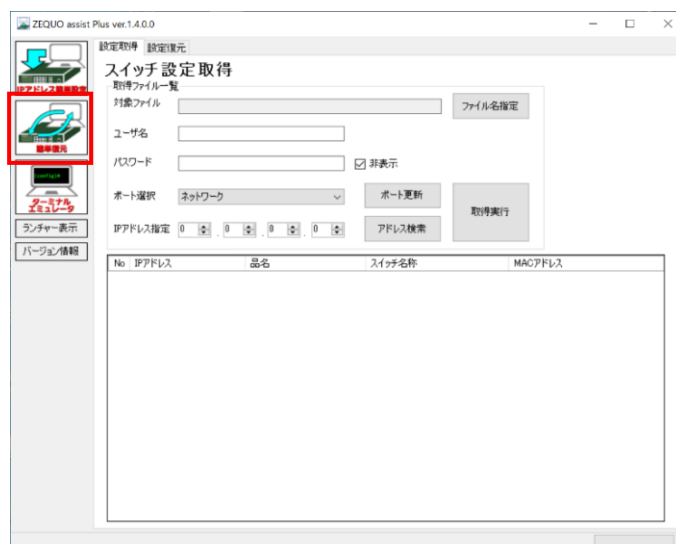
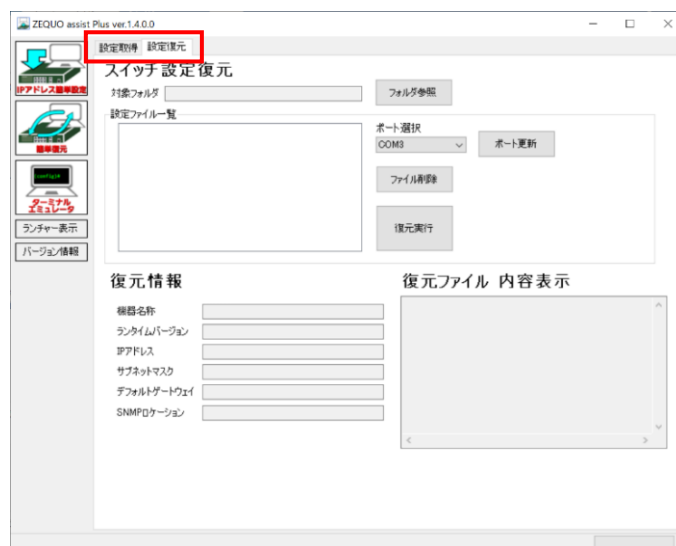

図 6-2-1 簡単復元画面
図 6-2-2 簡単復元画面 切り替え（設定復元）
3.4 項のスイッチシリーズ選択にて「MNO/XG/GA/FA/XA/CiLIN シリーズ」を選択後、画面左側の一覧より「簡単復元」ボタンをクリックすると、図 6-2-1 の画面が表示されます。画面上部のタブを選択することにより、図 6-2-1 の「設定取得」または図 6-2-2 の「設定復元」画面へ切り替えることができます。